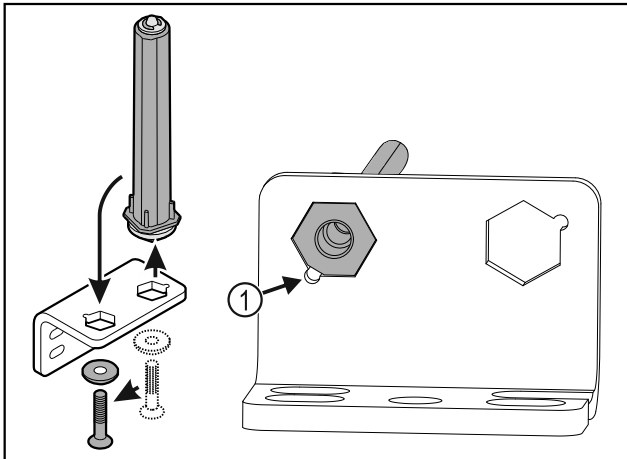

Fig. 32
- Varmista, että pultin viiste Fig. 32 (1) osoittaa pyöreää aukkoa kohti, kun se asetetaan paikalleen.